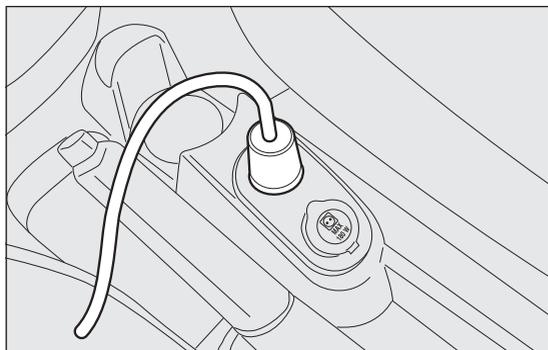
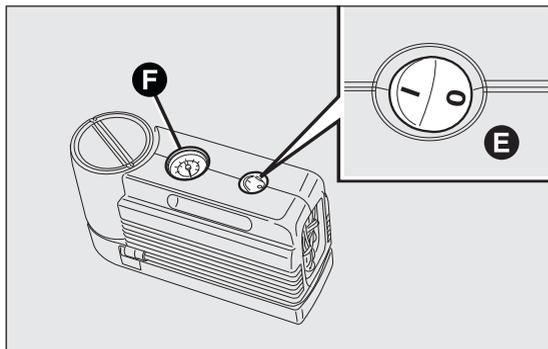

fig. 130
fig. 131
- assicurarsi che l'interruttore E fig. 131 del compressore sia in posizione 0 (spento), avviare il motore, inserire la spina D fig. 130 nella presa accendisigari e azionare il compressore portando l'interruttore E fig. 131 in posizione I (accesso). Gonfiare il pneumatico alla pressione prescritta nel paragrafo "Pressioni di gonfiaggio a freddo" del capitolo "Dati tecnici".
Per ottenere una lettura più precisa, si consiglia di verificare il valore della pressione sul manometro F fig. 131 con il compressore spento;